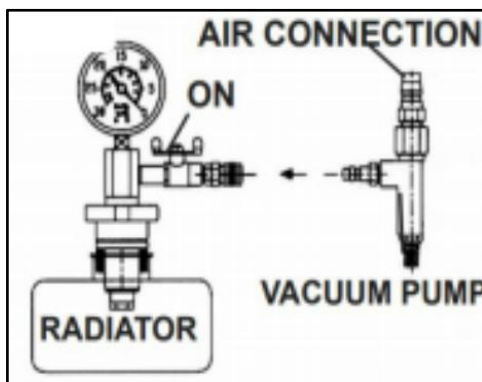

FIG.2
3. 4 Ouvrez la vanne (Fig. 2) et ouvrez l'alimentation en air.